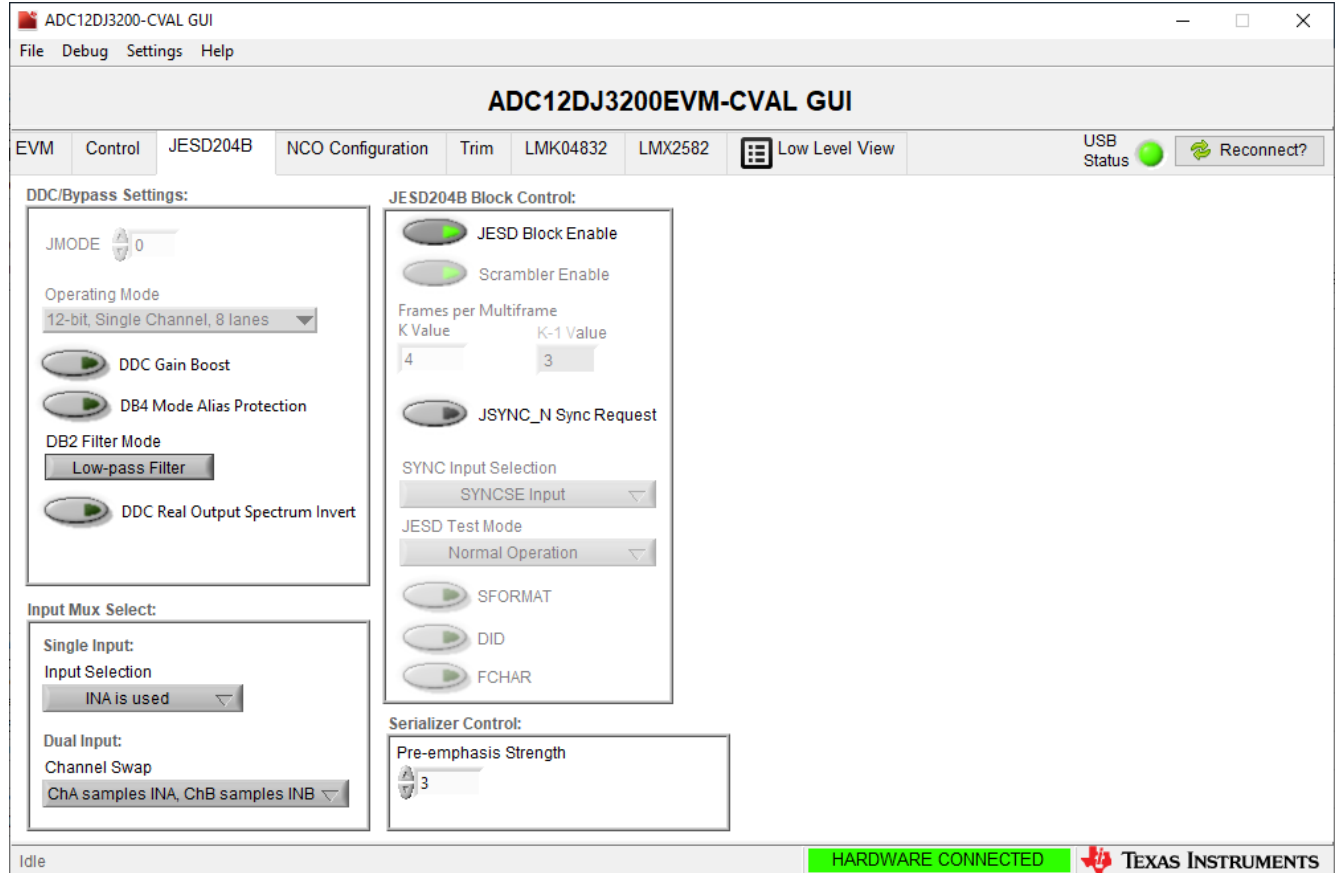

图 7-3. “JESD204B” 选项卡
1. 在 ADC12DJ3200EVM-CVAL GUI 中，点击“JESD204B”选项卡，如图 7-3 所示。